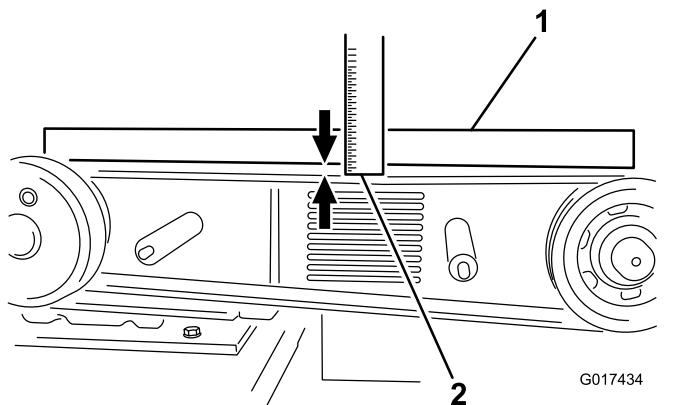

Bild 26
8. Legen Sie eine Messlatte über die Kupplung und die Schwungrad-Riemscheiben. Ziehen Sie die Riemenspannschraube so an, dass der Riemen eine Durchbiegung von 10 mm hat, wenn in der Mitte des Riemens eine Kraft von 6,8 kg (beim Spannen eines gebrauchten Riemens) oder eine Kraft von 8 kg (Montage eines neuen Riemens) aufgebracht wird (Bild 26).